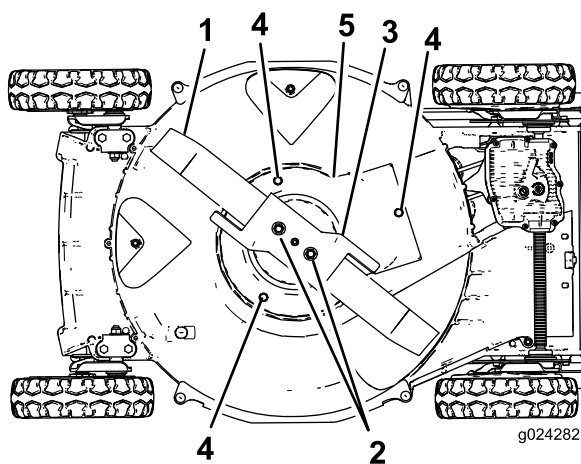

Figura 39
6. Retire las 2 tuercas de la cuchilla, el acelerador y la cuchilla (Figura 39).
7. Retire los tornillos que sujetan el protector del embrague del freno de la cuchilla a la carcasa de corte (Figura 39).